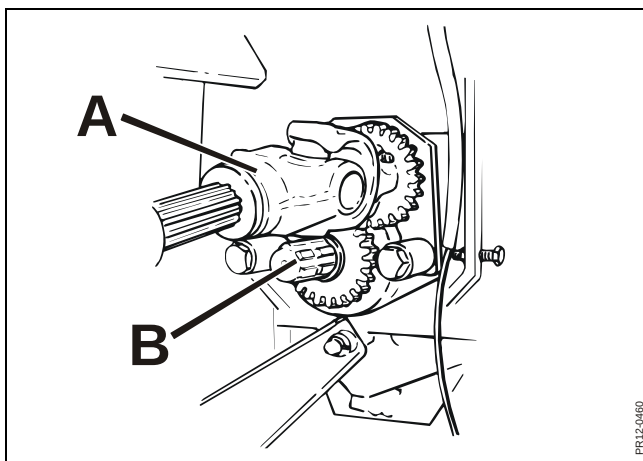

Fig. 5-6
- Fig. 5-6** 4) Efter endt reversering frakobles traktorens kraftudtag igen, traktoren standses, og KO-akslen **A** til rotoren, flyttes tilbage til tappen **B** for drev af rotoren.